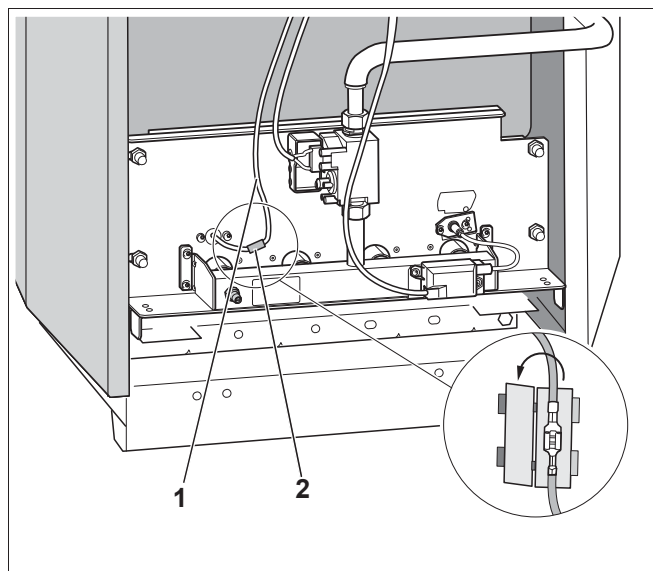

Рис. 29 Удаление контактного предохранителя
- Удалить контактный предохранитель (рис. 29, поз. 2) на контрольном кабеле (рис. 29, поз. 1) и вынуть штекер.